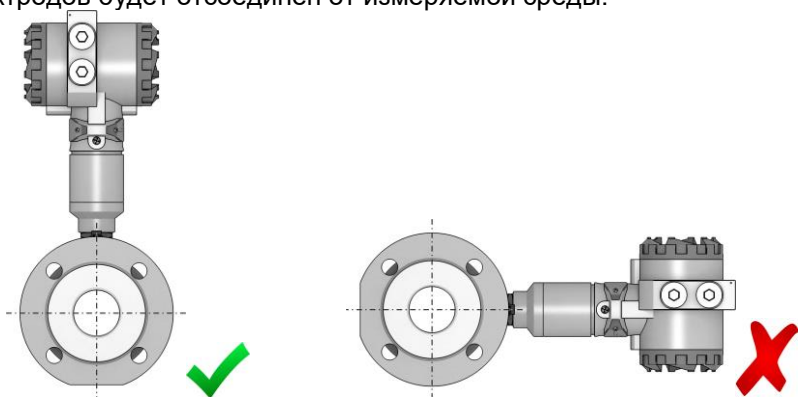

Рисунок 3.3 – Монтаж расходомера в горизонтальном трубопроводе
3.1.4.5 Монтаж ППР в горизонтальный трубопровод выполняется перпендикулярно продольной оси трубопровода. Расходомер должен быть расположен вертикально (рисунок 3.3).